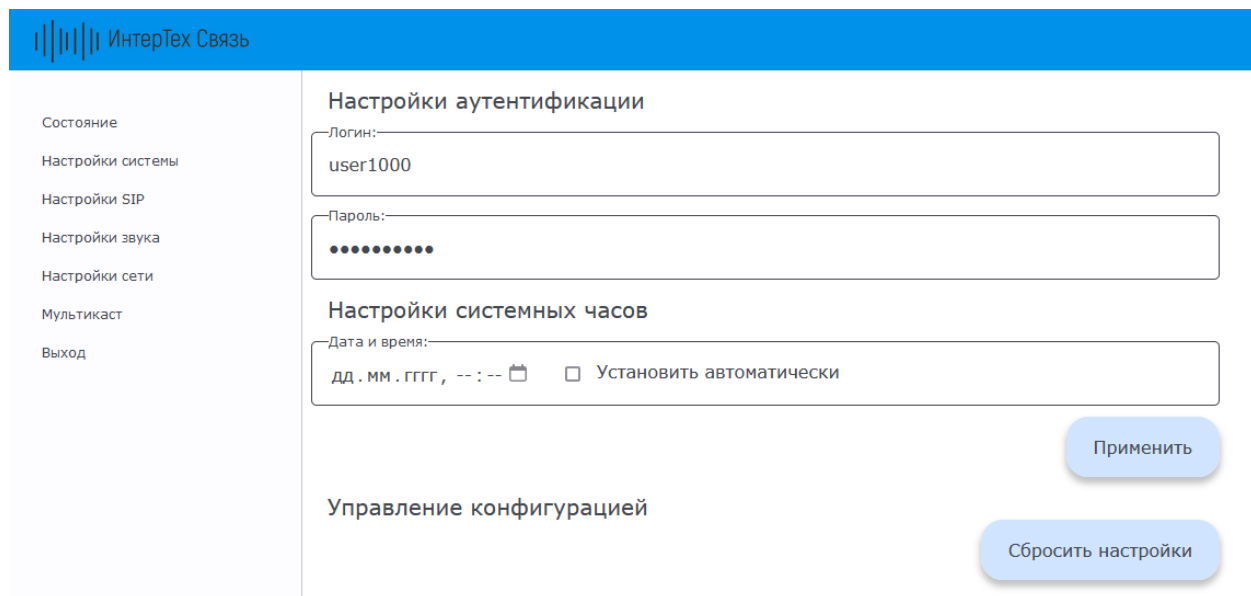

Рисунок 6 – Меню «Настройка системы»
2.5.2.1 Учетная запись пользователя настраивается в меню «Настройка системы» в области «Настройка аутентификации» (рисунок 6).
2.5.2.2 Для настройки учетной записи необходимо заполнить поля «Логин» и «Пароль» (см. рисунок 6) соответствующими данными для входа в веб-интерфейс. Далее нажать кнопку «Применить» (см. рисунок 6).
2.5.3.1 Настройка времени осуществляется в меню «Настройка системы» в области «Настройка системных часов» (см. рисунок 6).
2.5.3.2 Для настройки времени необходимо заполнить поле «Дата и время» или установить маркер в поле «Установить автоматически» (см. рисунок 6). Далее нажать кнопку «Применить» (см. рисунок 6).